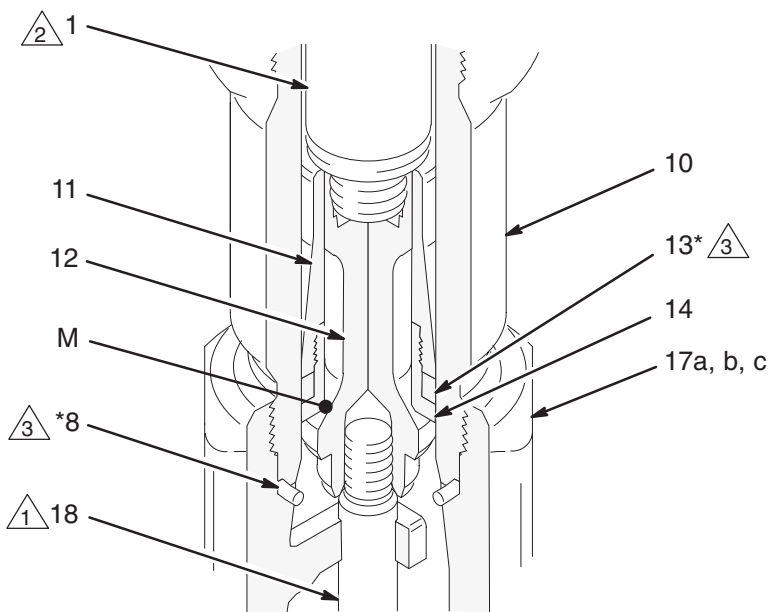

Fig. 12
9. Extraiga la junta (8) del fondo del cilindro (10). Vea la Fig. 12. Ilumine el interior del cilindro para inspeccionar su superficie interna en busca de muescas o desgaste. **Sólo si el cilindro está dañado, o si se detecta evidencia de fugas alrededor de la junta superior del cilindro (8)**, utilice una llave de tubo para desenroscar el cilindro del alojamiento de salida. Extraiga la junta superior del cilindro.
10. Coloque las partes planas del alojamiento de asiento del pistón (1) en un torno de banco. Desenrosque el pistón (12) de la base de la varilla; el vástago del pistón de cebado (18) debe salir al mismo tiempo. Deslice la guía del pistón (11) y el asiento (14) fuera del pistón (12).
11. No es necesario desmontar el vástago del pistón de cebado (18) del pistón (12) a menos que la inspección indique daños en alguna de estas piezas. Para desarmar, coloque las partes planas del pistón en un torno de banco y desenrosque el vástago.
12. Coloque la guía del pistón (11) en un torno de banco, tal como se indica en la Fig. 11. Utilizando una llave inglesa, desenrosque el asiento del pistón (14) de la guía. Extraiga la junta (13); reemplácela siempre por una nueva. Inspeccione las superficies de acoplamiento (M) del pistón (12) y del asiento del pistón (14) en busca de daños o desgaste. Vea la Fig. 12.
- 1 Válvula de retención del pistón (vea la Fig. 12).